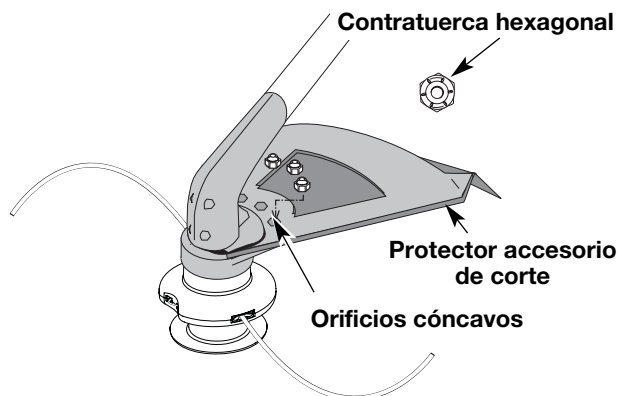

Fig. 4
2. Coloque una contratuerca hexagonal en uno de los tres orificios cóncavos de la parte superior del protector accesorio de corte (Fig. 4).